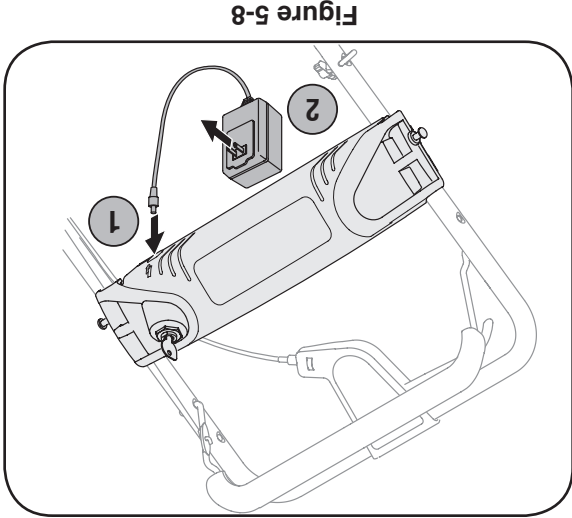

Figure 5-8
1. Branchez le chargeur de la batterie dans la fiche sous l'habitacle de la batterie, Figure 5-8.
2. Branchez la fiche du chargeur de la batterie dans une prise de courant ordinaire de 120 volts. Voir la Figure 5-8. Chargez la batterie pendant 8 à 10 heures avant sa première utilisation. **Ne la chargez pas plus de 12 heures.** La batterie doit seulement être chargée avant sa mise en service initiale et après toute période prolongée d'inactivité.